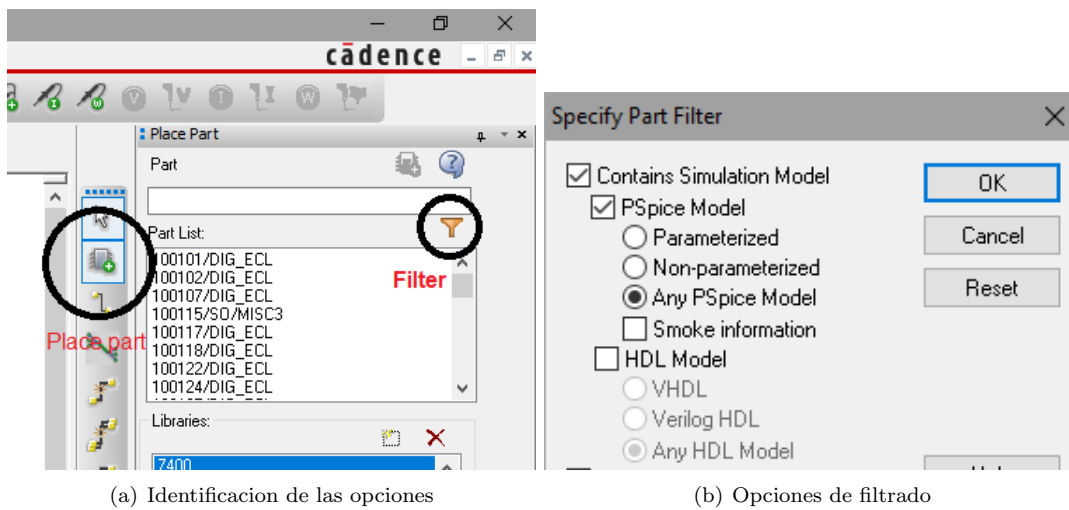

Figura 4: Configuración de filtrado
1. En la sección 'Place part' se activara el filtro de compatibilidad con PSpice como se muestra en la figura 4. De esta manera solo trabajaremos con piezas compatibles con PSpice.